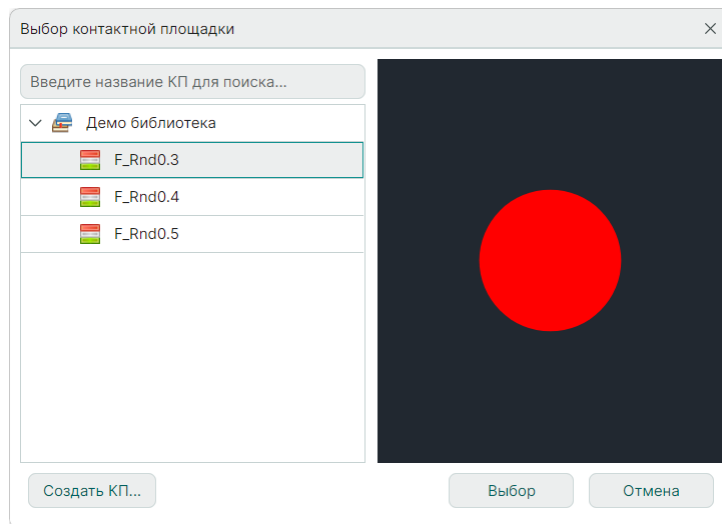

Рис. 190 Выбор типа реперной точки
2. Выберите тип реперной точки в окне «Выбор контактной площадки» и нажмите кнопку «Выбор», см. Рис. 190. В окне отображаются реперные точки, созданные во всех доступных библиотеках.